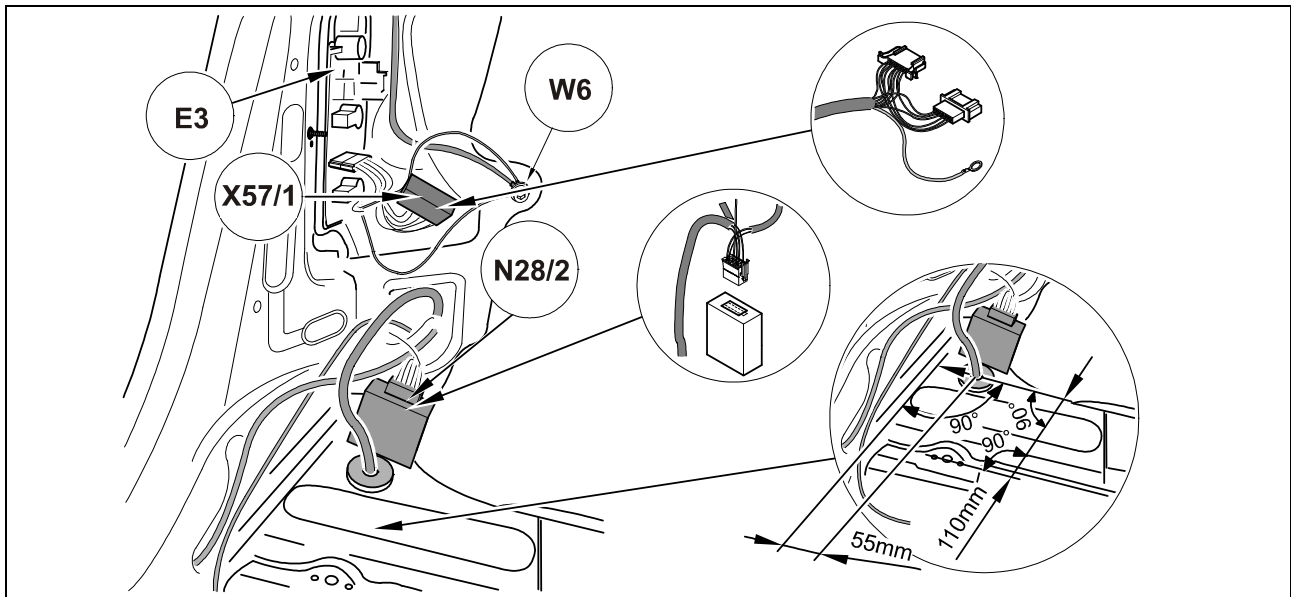

Fig. 4: Fiche
3. Retirer les tampons borgnes pour le trou de passage du fil (1). Pour les véhicules sans tampons borgnes, faire un trou de 40 mm de diamètre. Respecter les cotes indiquées à la figure 4 !